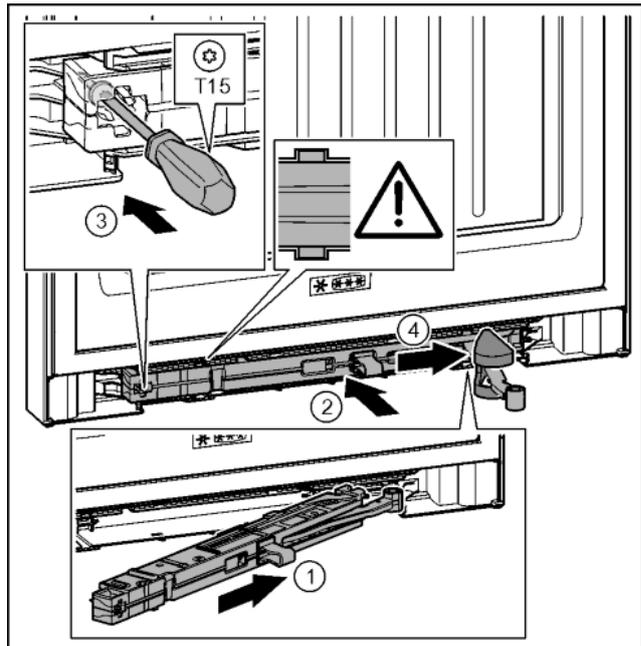

Fig. 36
- ▶ Schließdämpfereinheit auf der Lagerbockseite bis zum Anschlag schräg in die Aussparung einschieben. Fig. 36 (1)
- ▶ Schließdämpfereinheit vollständig in Aussparung schieben. Fig. 36 (2)
- ▶ Schraube mit einem Schraubendreher T15 festschrauben. Fig. 36 (3)
- ▶ Abdeckung über Gelenk schieben. Fig. 36 (4)